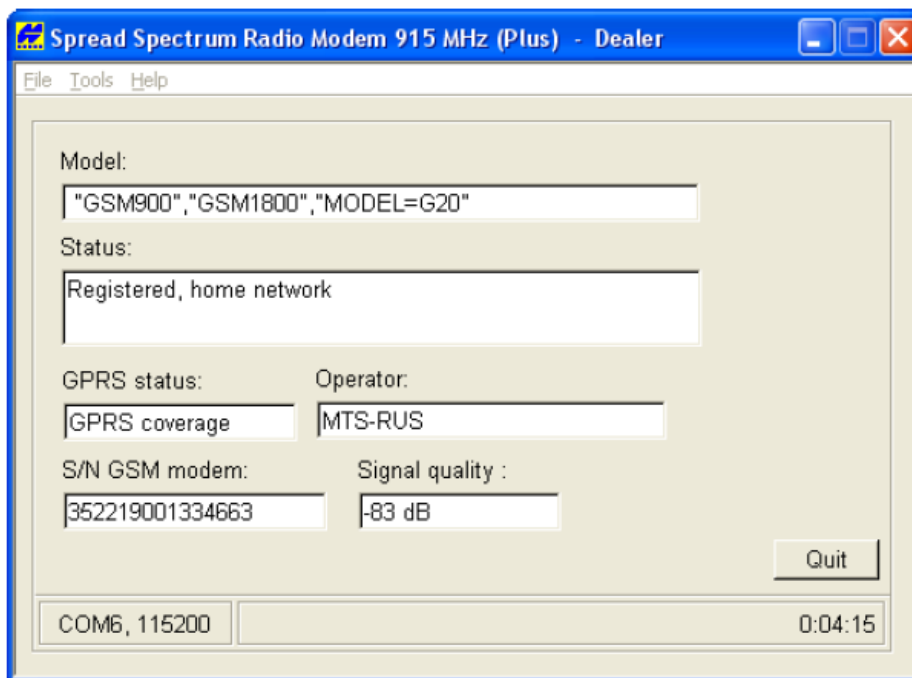

Рисунок 3-5. Отображение информации о модеме GSM
- Для отображения данной информации о модеме GSM щелкните на кнопке *GSM info* (Данные GSM) (см. рис. 3-5). Выбор кнопки *Quit* (Выход) осуществляет возврат к вкладке GSM.